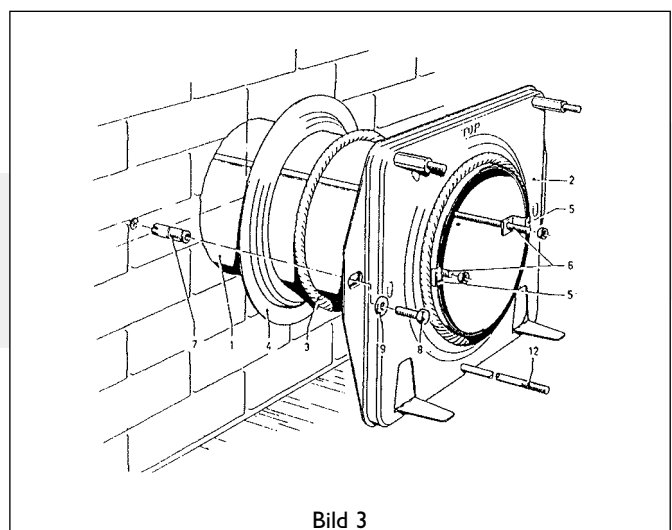

Bild 3
Installation der Standard Giebeldurchfuhrung (Bild 3)
Installation der Giebeldurchführung mit Teleskopeinlassrohr (Bild 3)
Befestigung der Montageplatte (Bild 3)
- Die Keilmutter (8) (fig 3) durch z. B. Einen Gewindebolzen für Holz ersetzen.
- Bringen Sie an der Zimmerseite zwischen der Montageplatte (2) und der Wand die Strahlen-Schutzplatte (14) an.
- Befestigen Sie an der Aussenseite der Wand mit z. B. 4 Schrauben (16) die Siluminplatte (15).